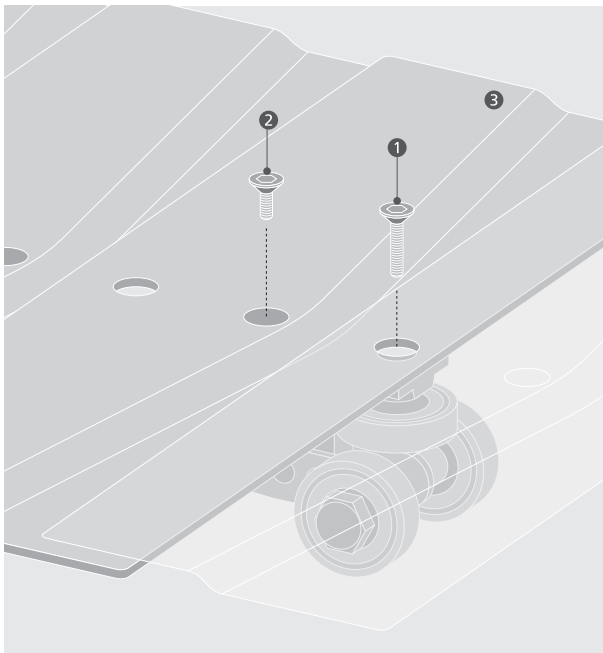

Abbildung 5.13
- Inbusschrauben (1 und 2) herausdrehen, Platte (3) abnehmen. (Abb. 5.13)